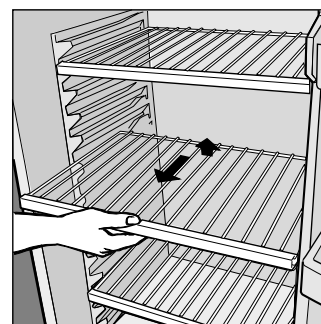

Fig.1
- O compartimento frigorífico é dotado de práticas prateleiras extraíveis (Fig. 1) de altura regulável graças às apropriadas guias. Desta forma é possível guardar mesmo grandes recipientes assim como alimentos de grandes dimensões.